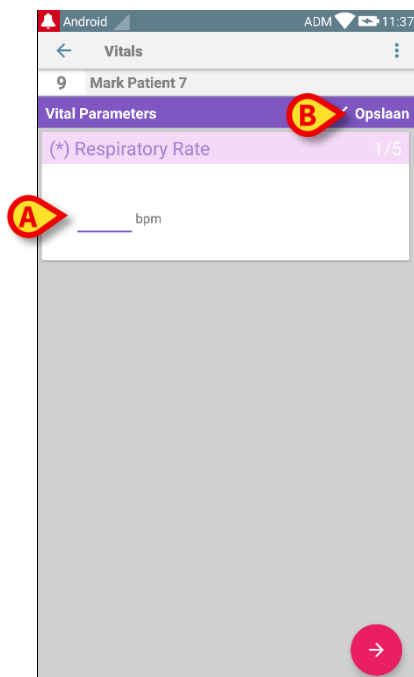

Fig 73
Het scherm voor gegevensinvoer wordt geopend (Fig 73).
- Bewerk de gegevens (Fig 73 **A**).
- Druk op **Opslaan** (Fig 73 **B**). Nu is de set bewerkt.